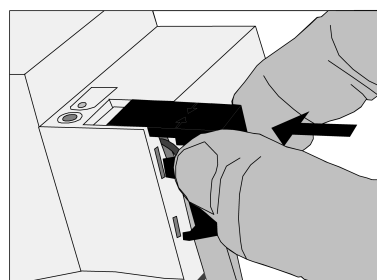

Figure 7: Mise en place du capuchon de protection
- Enfoncer le capuchon de protection sur la borne de bus, jusqu'à ce qu'il s'encliquète (Figure 7).